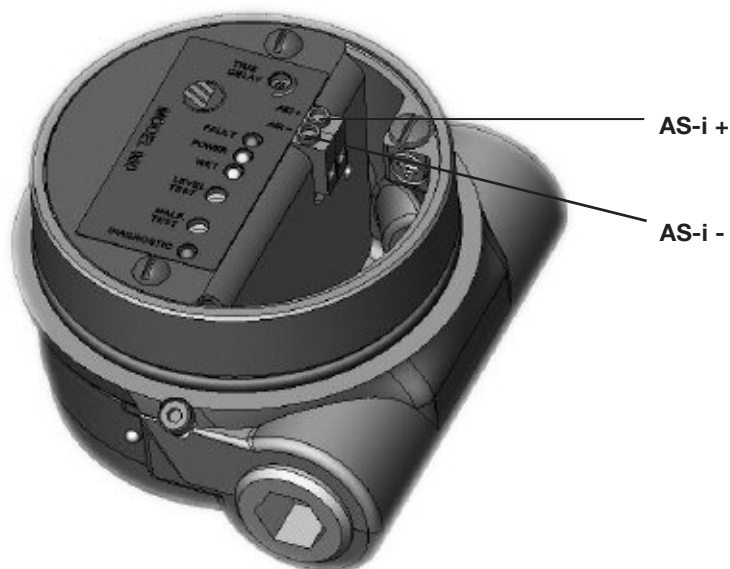

Figura 6
4. Consulte a Figura 6. Conecte os fios aos terminais (+) e (-) no bloco de terminais.